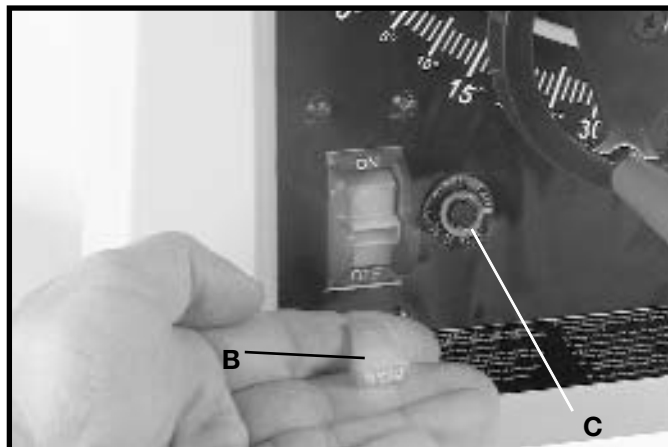

Fig. 28
Sugerimos que cuando la sierra no se encuentre en uso que el interruptor quede fijado en la posición de apagado. Esto puede hacerse tomando la pieza acodada (B) y removiéndolo por completo del interruptor, tal como se ilustra en la Fig. 28. El interruptor no funcionará sin la pieza acodada (B). No obstante, si se quita la pieza acodada mientras que la sierra está funcionando, ésta puede ser apagada una vez, pero no puede volver a arrancar sin la inserción de la pieza acodada (B).
Su sierra está equipada con un botón de relevo para reenganche de sobrecargas (C) Fig. 28. Si el motor se apaga o no arranca debido a una sobrecarga (corte excesivamente rápido del material, uso de una hoja roma, uso de la sierra más allá de sus capacidades, etc.) o voltajes bajos, mueva el interruptor a la posición de apagado, permita que se enfríe el motor de tres a cinco minutos, y oprima el botón de reenganche (C), que reenganchará el dispositivo de sobrecarga. El motor puede ser encendido entonces como de costumbre.